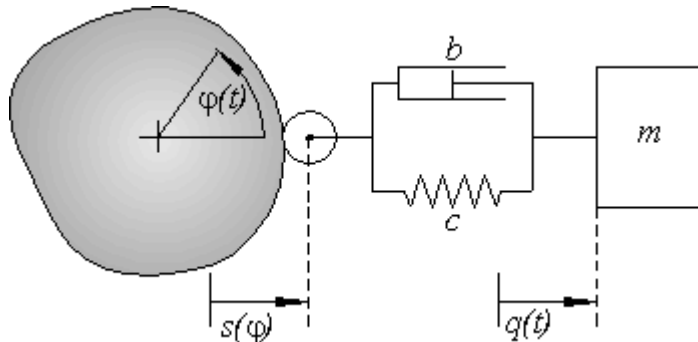

Bild 1: Minimalmodell eines Antriebssystems mit elastischem Antrieb
Untersucht wird das dynamische Verhalten eines Minimalmodells (Bild 1) für ein Antriebssystem mit elastischem Antrieb. Ein ungleichmäßig übersetzender Mechanismus (z.B. ein Kurvengetriebe oder ein Servomotor) bewegt ein elastisches und massebehaftetes Abtriebs- oder Arbeitsorgan.
- Die Forderungen nach maximal möglichem Abstimmungsverhältnis η_{max} ($\eta = \Omega/\omega$, Ω ... Antriebswinkelgeschwindigkeit, ω ... Eigenkreisfrequenz des Minimalmodells (vgl. Bild 1, mit $\omega^2 \approx c/m$), für welches die an die Lagefunktionen 0. bis 3. Ordnung (s, s', s'', s''') gestellten technologischen und kinematischen Forderungen auch für die Abtriebsfunktionen (q, q', q'', q''') gültig sind.